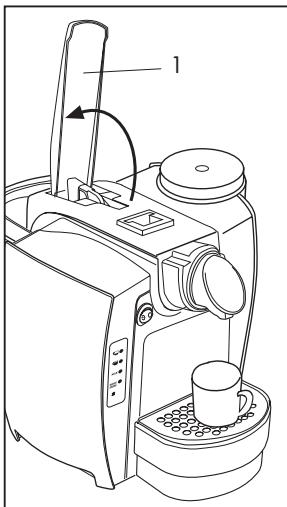
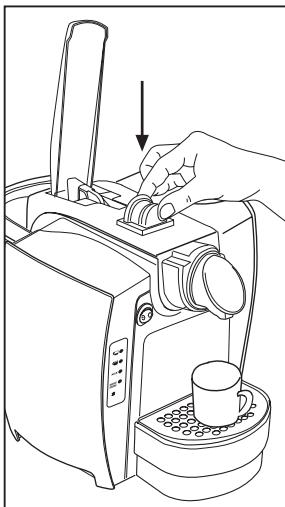

Fig. 9
Fig. 10
- Sollevare indietro lentamente (fino all'arresto) la leva di comando (1) (**Fig. 9**) e inserire una capsula nell'apposito spazio (**Fig. 10**)